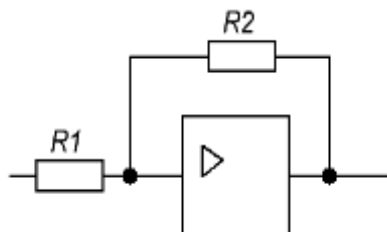

Рис. 2. Триггер Шмитта.
- 6.1.(2 балла) Повторитель включили по схеме триггера Шмитта (рис. 2). По какой формуле вычисляется напряжение включения ( $U_{\text{вкл}}$ ) и выключения ( $U_{\text{выкл}}$ ) схемы. Ответ дать в формате 1А2Б, где 1 – это  $U_{\text{вкл}}$ , 2 – это  $U_{\text{выкл}}$ , на основе вариантов из Таблицы 1. Входное сопротивление повторителя считать равным бесконечности, а выходное – равным нулю.